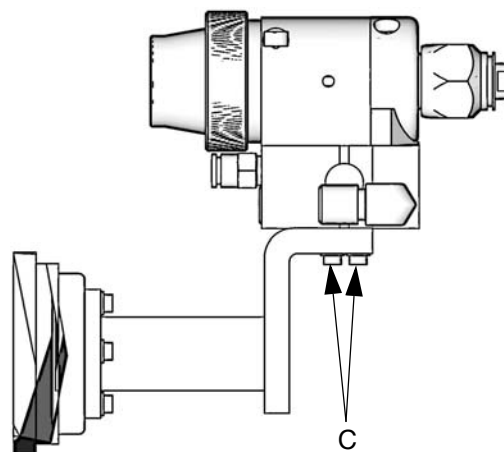

Рис. 4: Монтаж стационарного держателя
Чтобы смонтировать пистолет на стационарном держателе (смотрите Рис. 4 и **Расположение монтажных отверстий**, стр. 28):
3. Установите запорный клапан стравливающего типа на линии подачи воздуха в цилиндр пистолета, ниже воздушного регулятора, для перекрытия подачи воздуха в цилиндр пистолета. Подсоедините линию подачи воздуха к впускному отверстию цилиндра пистолета (C). Смотрите Рис. 4.
4. Для случаев распыления краски, установите встроенный жидкостный фильтр, деталь № 210500, на отверстии впуска жидкости в пистолет (F) во избежание засорения распылительного наконечника частицами, содержащимися в жидкости. Смотрите Рис. 4.
5. Подсоедините электропроводящий жидкостный шланг к отверстию впуска жидкости в пистолет (F) или дополнительному встроенному фильтру.